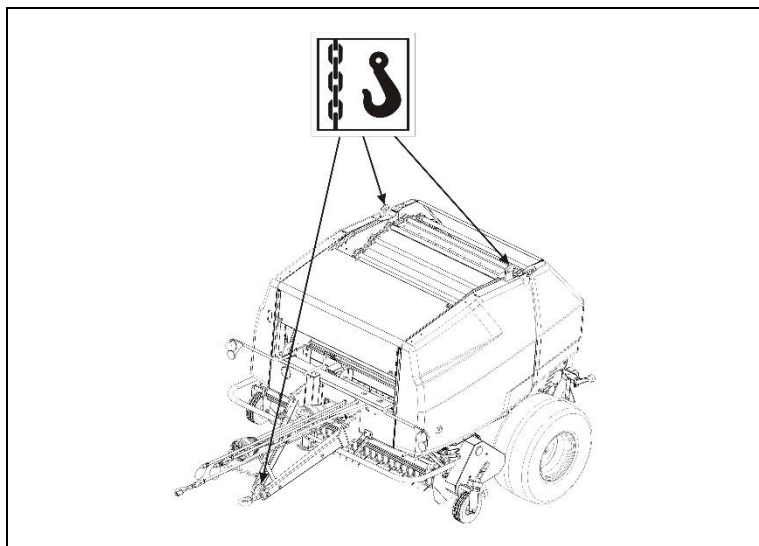

Рис. 38. Транспортные кронштейны
- поднимая с помощью разгрузочного оборудования с использованием мест, обозначенных на машине пиктограммами (Рис. 38).